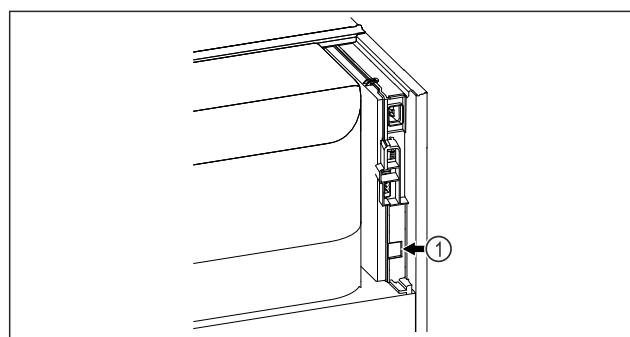

Fig. 77
- Vstavljen je SmartModule Fig. 77 (1).